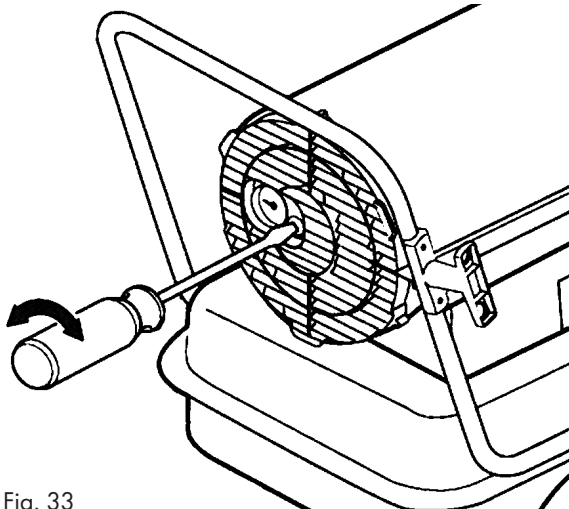

Fig. 33
- Utilice un destornillador de hoja plana para girar la válvula, Ver Fig. 33